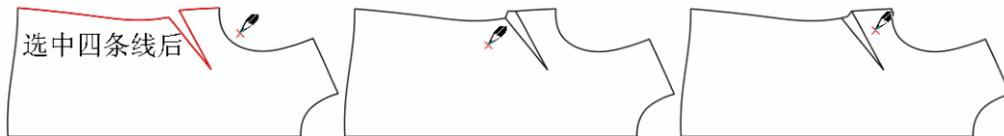

图 2-2-15 加省山操作
(2) 拖动鼠标右键，或者按住“Shift”键并点击鼠标左键，可以绘制矩形。在关键点上按住鼠标左键拖动到一条线上放开，进入单圆规操作；在关键点上按下左键拖动到另一个点上放开，进入双圆规操作。按住鼠标左键拖动框选两条线后单击右键，两条线进行角连接；按住鼠标左键拖动框选两条线后单击右键，可进行加省山操作，在省的哪侧单击右键，省底就向哪一侧倒，如图 2-2-15 所示。左键框选一条或多条线后，再按“Delete”键则删除所选的线；左键框选一条或多条线后，再在另外一条线上单击左键，则进入靠边功能，在需要线的一边击右键，为单向靠边，在另外的两条线上单击左键，为双向靠边。